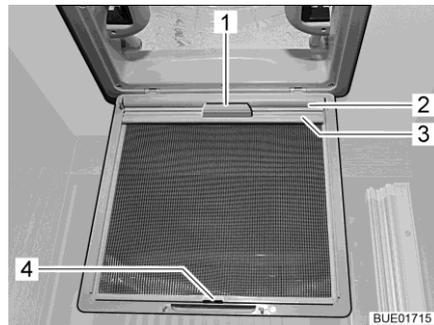

Fig. 100 Oscurante a rullo (oblò)
- Tirare l'oscurante a rullo (Fig. 100,2) utilizzando la maniglia (Fig. 100,1) e agganciare il listello di supporto (Fig. 100,3) ai ganci (Fig. 100,4) sulla protezione contro gli insetti.
- Staccare il listello di supporto (Fig. 100,3) dai ganci (Fig. 100,4) e ricondurre lentamente l'oscurante a rullo (Fig. 100,2) utilizzando la maniglia (Fig. 100,1).